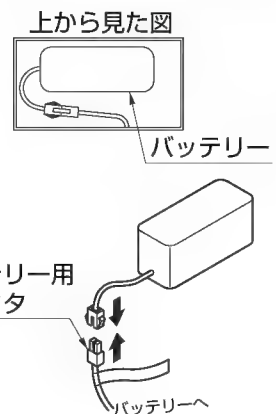

図9-6 ソーラー用バッテリーの接続
- ②バッテリーの底面にある両面テープで電源ユニット内のブレーキ内蔵モータにしっかり固定してください。(図9-6参照)
- ③バッテリー用コネクタに接続してください。(図9-6参照)
- ④接続が終了しましたら、上キャップを取付けてください。
- ⑤「10-3 トランス電源ユニットの配線」へ進んでください。